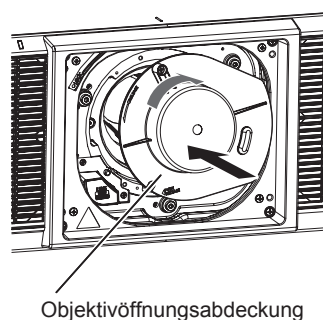

Abb. 2
- 3) Bringen Sie die mitgelieferte Objektivöffnungsabdeckung an. (Abb. 2)**